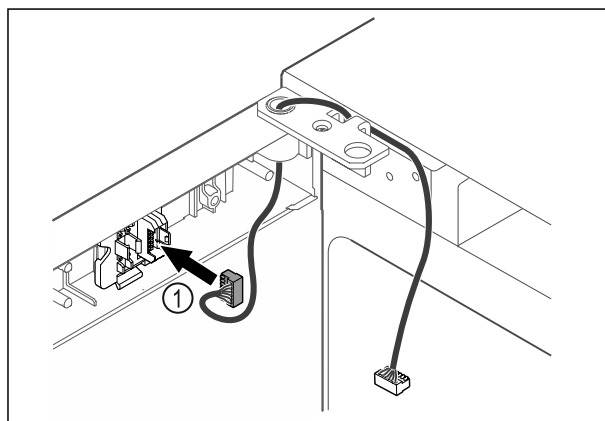

Fig. 40
- ▷ Sett pluggen Fig. 40 (1) i pluggholderen.